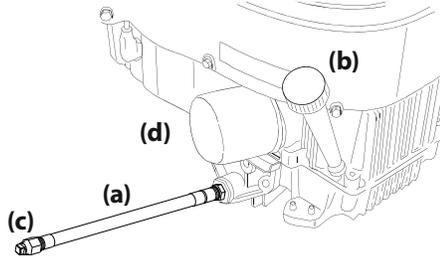

Figura 32
3. Mientras sostiene el extremo libre de la manguera de drenaje de aceite sobre el recipiente de recolección de aceite, desenrosque el tapón con cabeza cuadrada de la manguera (c) del extremo de la manguera de drenaje de aceite. Consulte la Figura 32.